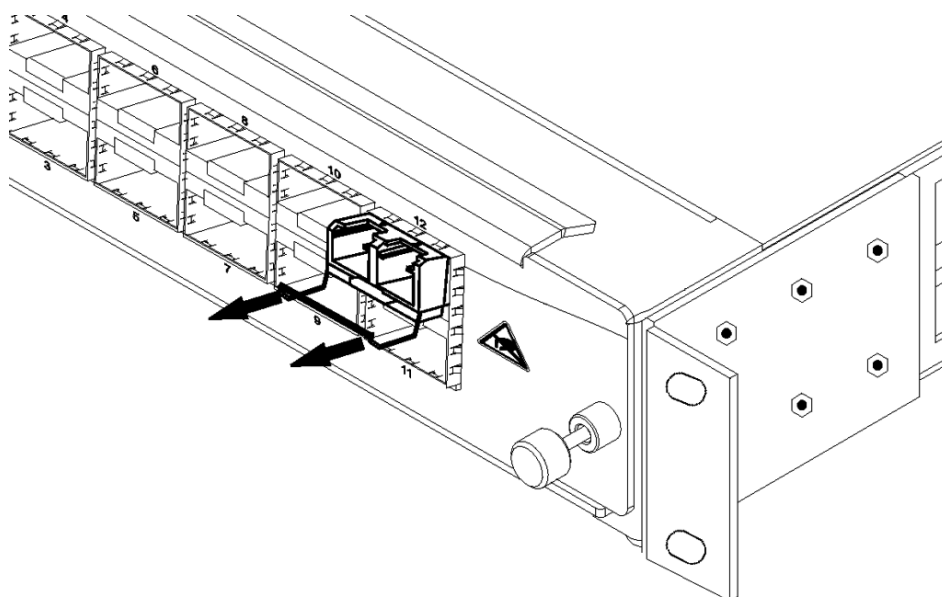

Figura 35. Removendo os Módulos SFP
- Retire o módulo pela aleta conforme ilustrado na Figura 35.